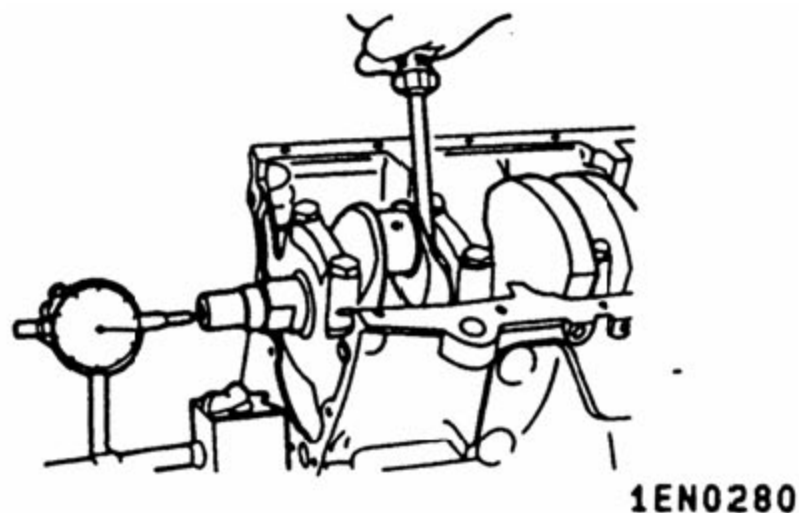

图 3-67
B). 装好轴承盖之后，测量曲轴的轴向间隙。如果测量值超出规定的极限值。则应更换曲轴轴承（见图 3-67）。